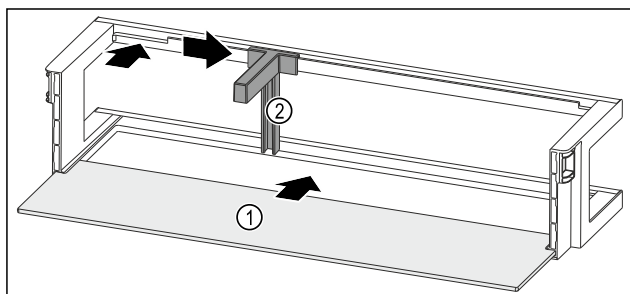

Fig. 96 带搁板的门边存放架
- 将搁板 Fig. 96 (1)推入侧面凹槽。
- 将瓶托 Fig. 96 (2)装入槽中。
- 将瓶托 Fig. 96 (2)推至一侧的所需位置。